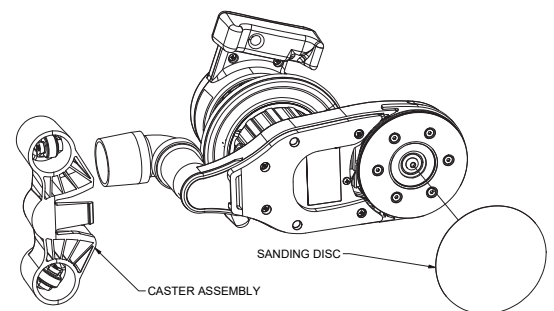

Abbildung 5
2. Die Maschine ist nur für Schleifscheiben mit Klettverschluss geeignet. Achten Sie beim Einsetzen der Schleifscheibe darauf, dass die Scheibe mittig auf dem Mitnehmer sitzt (Abbildung 5)